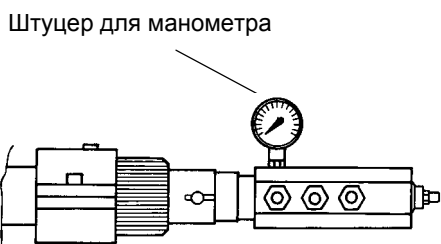

Рис. 20
- 9 Давление питания форсунки уже отрегулировано заранее на заводе-изготовителе и не должно изменяться. Только в случае необходимости, отрегулировать давление питания (см. соответствующий параграф) следующим образом: установить манометр в положение, указанное на Рис. 20, воздействовать на регулировочный винт **VR** насоса (см. Рис. 19 и на Стр. 15) до получения на форсунке давления в 25 бар (см. параграф на Стр. 22);